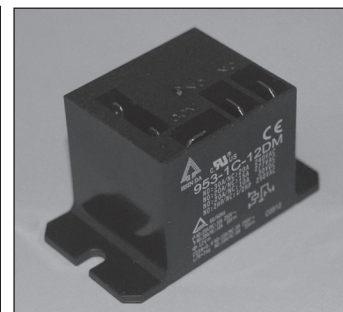

Figure 6
5. Installer le module de coupure d'alimentation, **Figure 6**, sur le chauffe-eau comme indiqué ci-dessous.